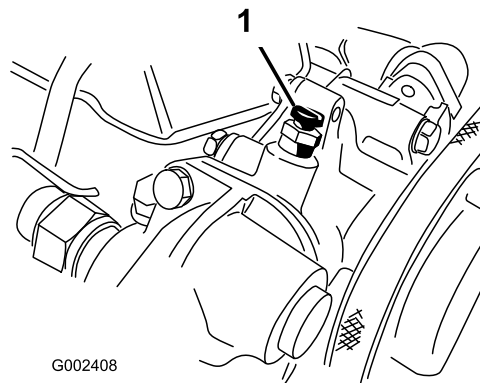

Bild 62
6. Öffnen Sie die Entlüftungsschraube oben an der Wasserpumpe (Bild 62).